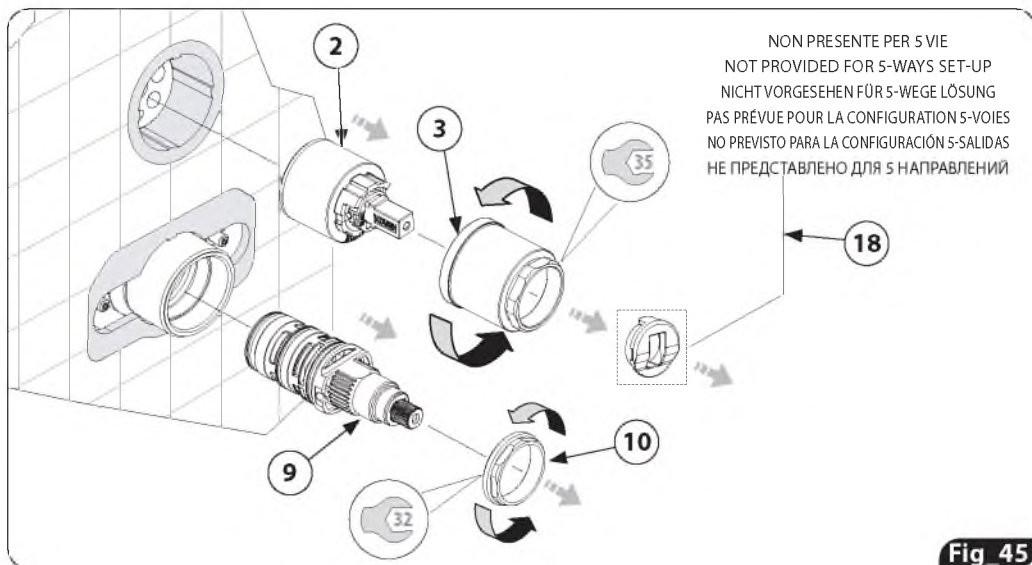

Fig. 45
4. Svitare le ghiera (3) e (10). È consigliabile proteggere il contatto tra la chiave operatrice e le ghiera. (fig. 45)
- **nel caso di sola manutenzione** sfilare la cartuccia deviatore (2) mantenendo assemblata la camma di bloccaggio uscite (18) dove presente. Togliere eventuali residui o incrostazioni formati nell'alloggiamento della cartuccia poi procedere dal punto n°6;
4. Unscrew the ring nuts (3) and (10). Protection is recommended for contact between the spanner and the ring nuts. (Fig. 45)
- in case of maintenance only, remove the diverter cartridge (2), keeping the outlets lock cam (18) assembled, where present. Remove any dirt or lime scale in cartridge's housing, then continue from step 6;